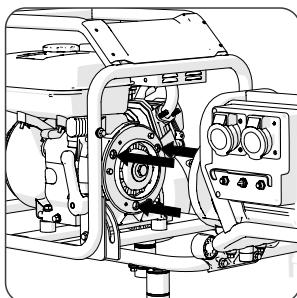
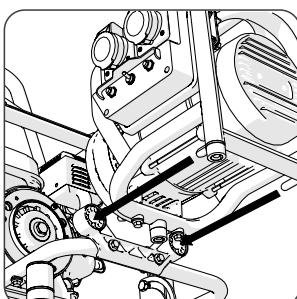

Fig. 1a (vue des broches de fixation)
Fig. 1b
- Portez l'accessoire par son cadre externe et proposez-le au moteur. Alignez visuellement les 3 broches de fixation (**Fig. 1a**) et les 2 broches de stabilisation arrière (**Fig. 1b**). Faites-vous aider par des personnes compétentes si nécessaire.